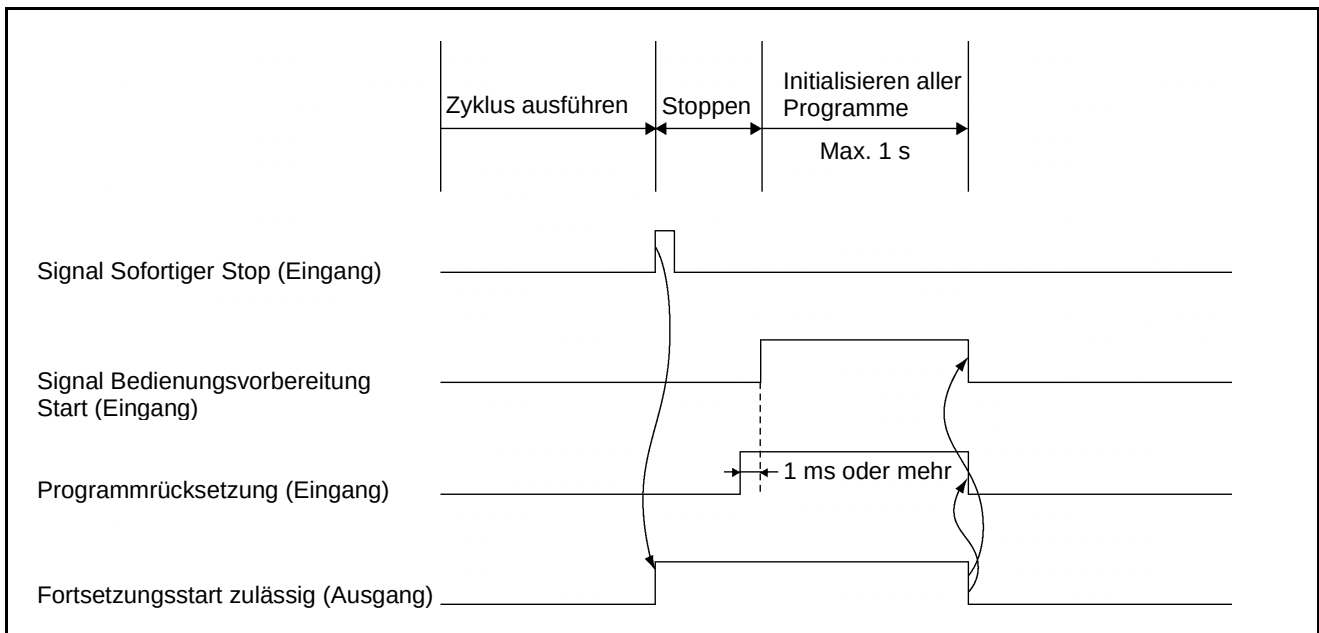

Abbildung 5-46-1 Eingangsbedingungen und Betrieb des Programmrücksetzungssignals
- ① Abbildung 5-46-1 zeigt die Eingangsbedingungen und ein Diagramm zum Zeitverhalten beim Betrieb.
- ② Geben Sie ein Signal "Programmrücksetzung" vor einem Signal "Bedienungsvorbereitung Start" (1 ms oder mehr) ein.
- ③ Nach dem Einschalten benötigt dieses Signal maximal eine Sekunde, um alle Programme zu initialisieren. Geben Sie während dieser Zeitspanne keine Signale ein.